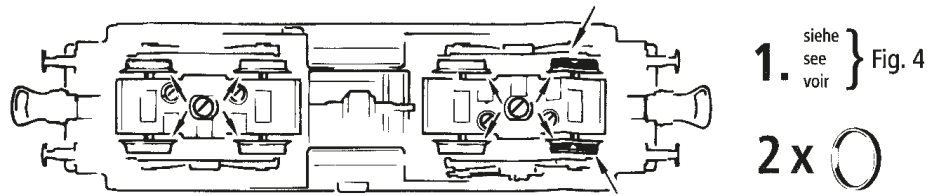

Fig. 10
**Ausführung für Wechselstrom:** siehe Fig. 10
**A.C. operation:** see fig. 10
**Version en courant alternatif:** voir fig. 10